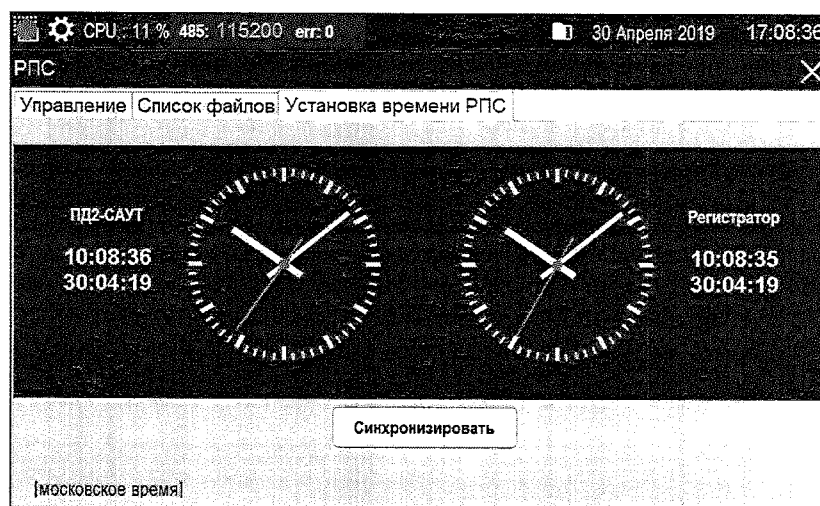

Рисунок 30
1.5.10.3 Проверку исправности микросхемы встроенных часов РП проводят во вкладке «Установка времени РПС», в которой производится индикация текущих даты и времени внутренних часов РП. При нажатии кнопки «Синхронизировать», копируется текущая дата и время ПД2-САУТ в РП (рисунок 30).